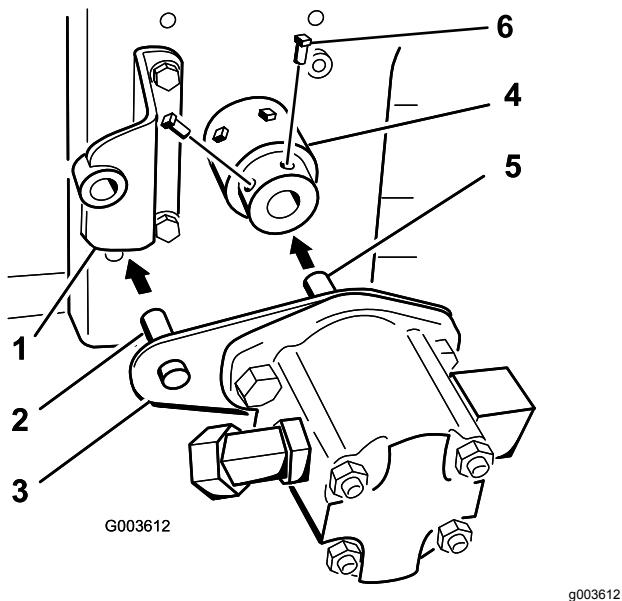

図 21
注 油圧ポンプのシャフトがエンジンの PTO シャフトに接触する図 21。
11. 2本の固定ねじ $5/16 \times \frac{3}{4}$ インチにねじゆるみ止め接着剤取り外し可能タイプを塗り、ハブアセンブリを油圧ポンプのシャフトに固定する図 21。